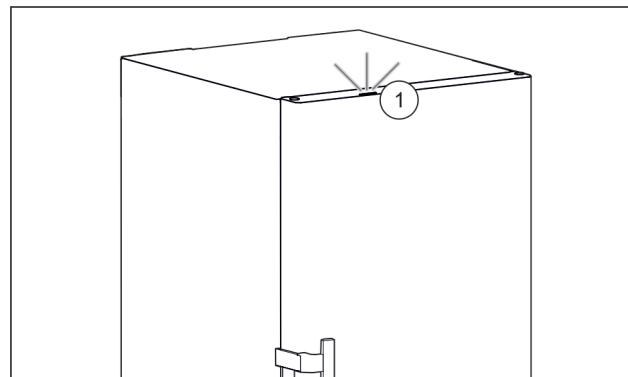

Fig. 56 Lumină de stare activă cu ușă închisă
- Lumina de stare Fig. 56 (1) este activată.